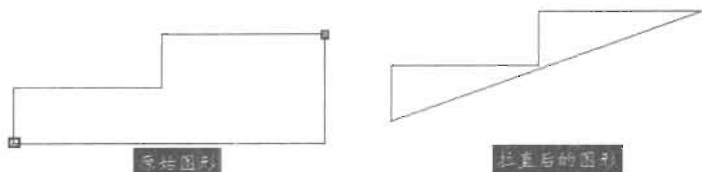

图 5-49
输入顶点编辑选项 [下一个 (N) / 上一个 (P) / 打断 (B) / 插入 (I) / 移动 (M) / 重生成 (R) / 拉直 (S) / 切向 (T) / 宽度 (W) / 退出 (X)] <N>: *取消* //按退出键退出命令, 拉直后的效果如图 5-49 所示。
(7) 切向 (T): 给标记顶点赋切线方向, 这可用于曲线拟合选项。选项显示的提示如下。